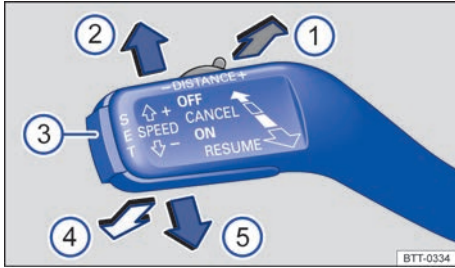

Fig. 171 En el lado izquierdo de la columna de dirección: palanca de mando del ACC.
Si, con una velocidad programada de, p. ej., 76 km/h (47 mph), se presiona la palanca → **fig. 171** *brevemente* hasta la posición **SPEED + ②**, la velocidad aumenta hasta el siguiente valor superior de 10 km/h (5 mph), p. ej., a 80 km/h (50 mph). La velocidad solo volverá a aumentar en pasos de 10 km/h (5 mph) cuando se vuelva a presionar la palanca *brevemente* hasta la posición **SPEED + ②**.